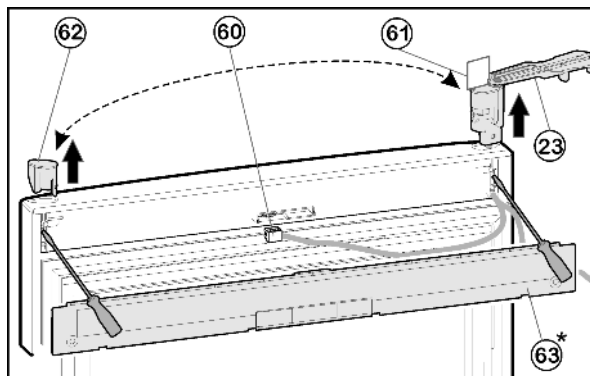

Fig. 11
- Kryt Fig. 11 (63) na dveřích vykleste šroubovákem.
- Konektor Fig. 11 (60) odpojte.
- Na horních dveřích otočte stojan ložiska Fig. 11 (23) ven rovnoběžně s hranou dveří.
- Stojan ložiska Fig. 11 (23) zespol vysuňte pomocí šroubováku a kompletně i s kabelem ze dveří odstraňte.
- Zátky Fig. 11 (62) vysuňte zespol pomocí šroubováku a zastrčte na druhé straně.
- Kabel stojanu ložiska Fig. 11 (23) zasuněte na protější straně a stojan ložiska nasadíte.
- Šablonu Fig. 11 (61) vytáhněte a připevněte ve stojanu ložiska.
- Zástrčku Fig. 11 (60) zapojte.
- Kryt Fig. 11 (63) na dveřích zaklesněte.